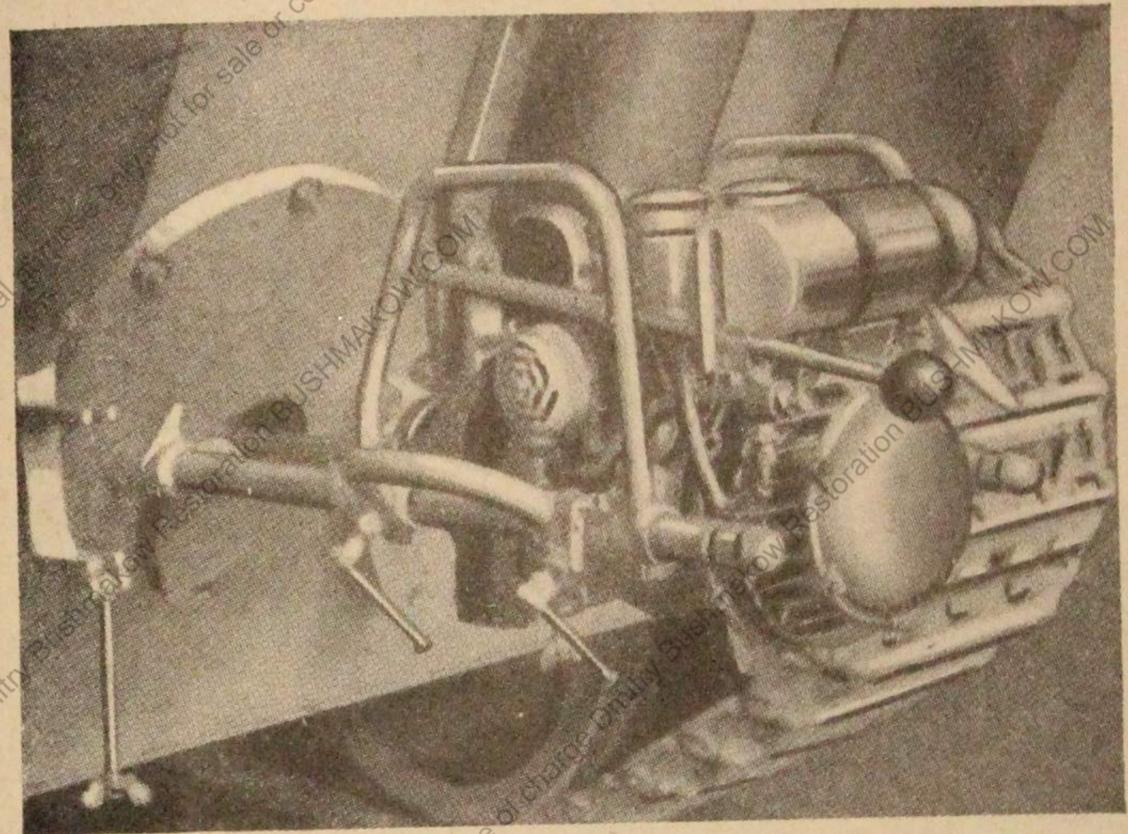

Bild 8
a) Kurbelwellen-Benzin-Anlasser, Bild 8 u. 9.
Bei Nichterreichen einer genügend hohen Anlaßdrehzahl mit den sonst vorhandenen Anlaßhilfsgeräten kann der Kurbelwellenbenzinanlasser (KBA) als Fremdanlaßgerät bei Panther, Tiger und Jagdpanzer 38 verwendet werden, Bild 8.